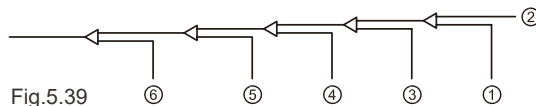

Fig.5.39
- Rincez les autres ouvertures de la même manière, en procédant dans l'ordre, de l'unité intérieure A vers les unités extérieures. Voir Fig.5.39